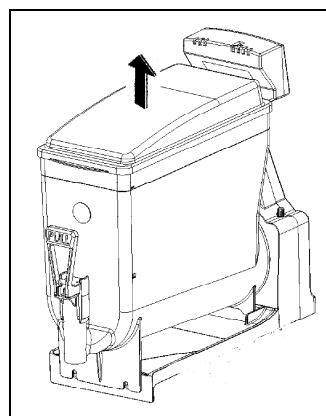

Fig. 6
- Rimuovere il sotto coperchio trasparente (fig.6).